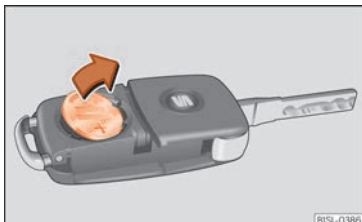

Fig. 66 Clau del vehicle:extracció de la pila.
- Traieu la pila del compartiment amb un objecte fi adequat »» **fig. 66**.
- Colloqueu la pila nova tal com es mostra »» **fig. 66** i pressioneu-la dins el compartiment per la pila en sentit contrari a la fletxa »» ❷.